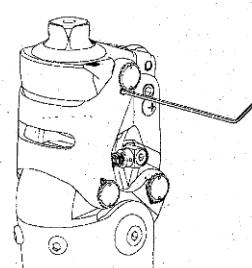

Fig. 6
- e) Faire des essais de flexion et d'extension du genou pour contrôler la souplesse, puis installer les vis de serrage (figure 6).